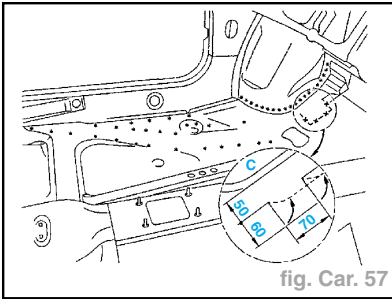

fig. Car. 57
- Tracer, découper une ouverture dans le plancher, suivant détail "c", pour soudage ultérieur (fig. Car. 57).